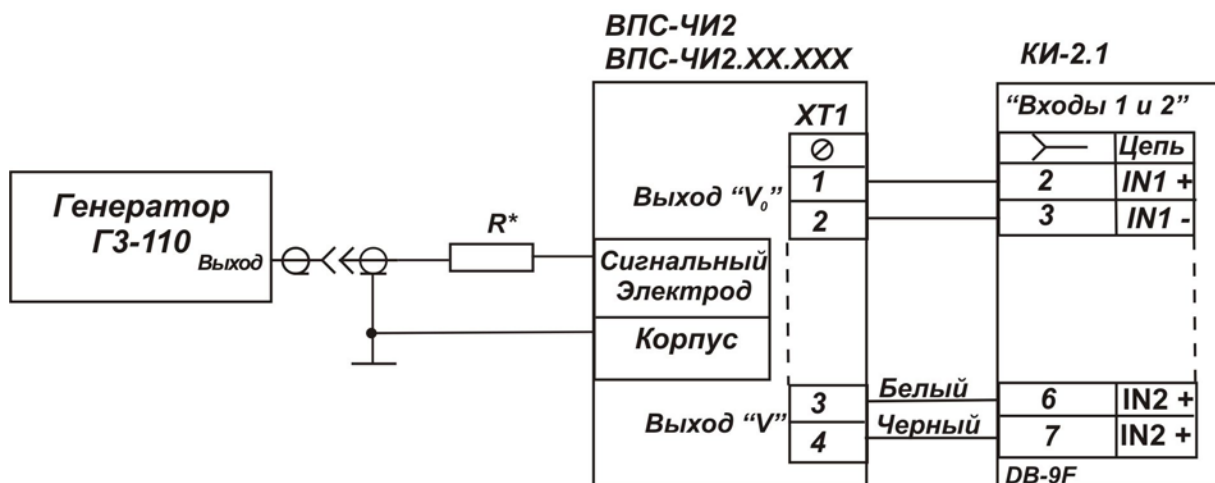

Рисунок 8.2
- собирают электрическую схему, представленную на рис.8.2. Значение сопротивления резистора  $R^*$  указано в таблице 8.6. Тип резистора – МЛТ-0,25;